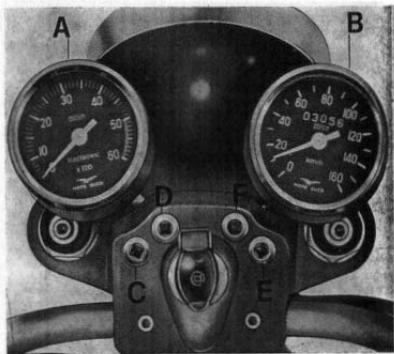

Fig. 7
- 1) Quadro di controllo comprendente (vedere fig. 7):